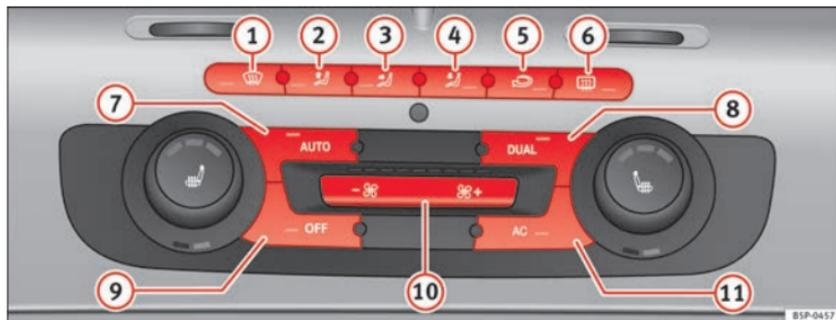

Fig. 132 Comandos do 2C-Climatronic no painel de instrumentos.
- Para activar o modo manual premir um dos botões do → Fig. 132 ① ao ⑤, ou premir os botões do ventilador ⑩. A função seleccionada aparecerá no visor do rádio ou do navegador.
- Premir o botão  ⇒ Fig. 132 ②, para ligar e desligar o modo de recirculação de ar. Está ligada se no visor é apresentado o símbolo .